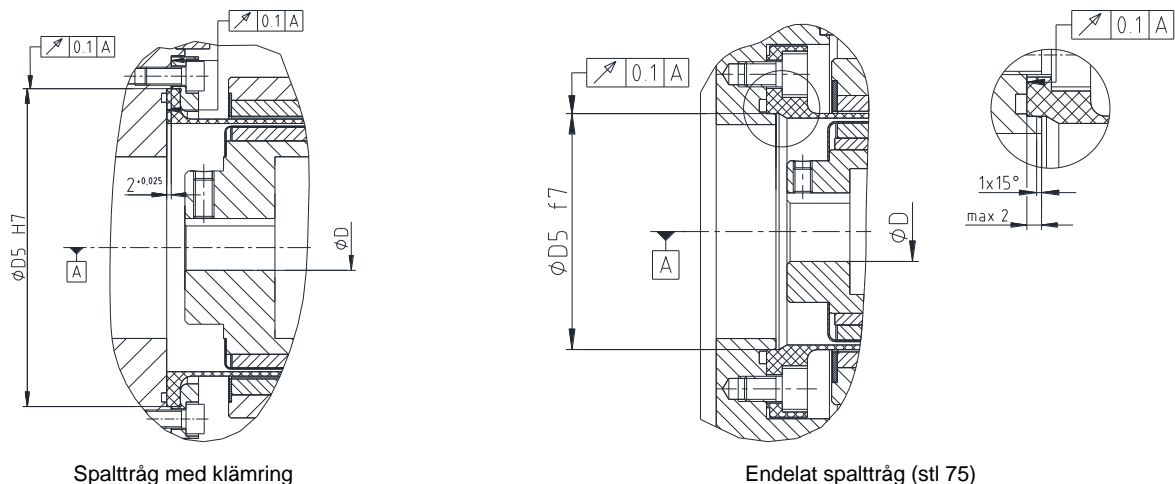

Bild 8: Tolererande av anslutningsdelar på driven sida
- Vid tillverkningen av pumpaxeln och adapterplattan för spaltträget skall rund- resp. plangångsnoggrannheterna (se bild 8) beaktas.
lakttag en tolerans H7 för centreringsen av spaltträget (se bild 8, vänster).
Sehen Sie eine Toleranz f7 für die Zentrierung des Spalttopfes vor (siehe Bild 8, rechts).